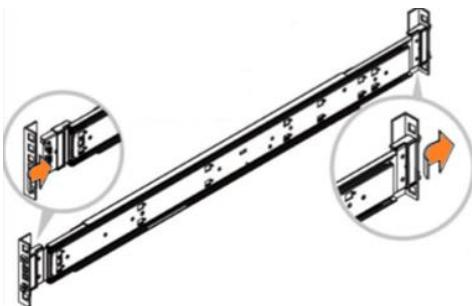

Рисунок 223 – Демонтаж кронштейна
- Вставьте шпильки в верхние и нижние квадратные отверстия в левой и правой крепёжных планках телекоммуникационной стойки, по направлению от задней направляющей. Нажмите предохранитель вперед, чтобы закрепить кронштейн. Важно проверить, что перед креплением кронштейнов, предохранитель находится в незапертом положении (см. Рисунок 223 и **Ошибка! Источник ссылки не найден.**). Дополнительно закрепите направляющие к стойке винтами, идущими в комплекте.